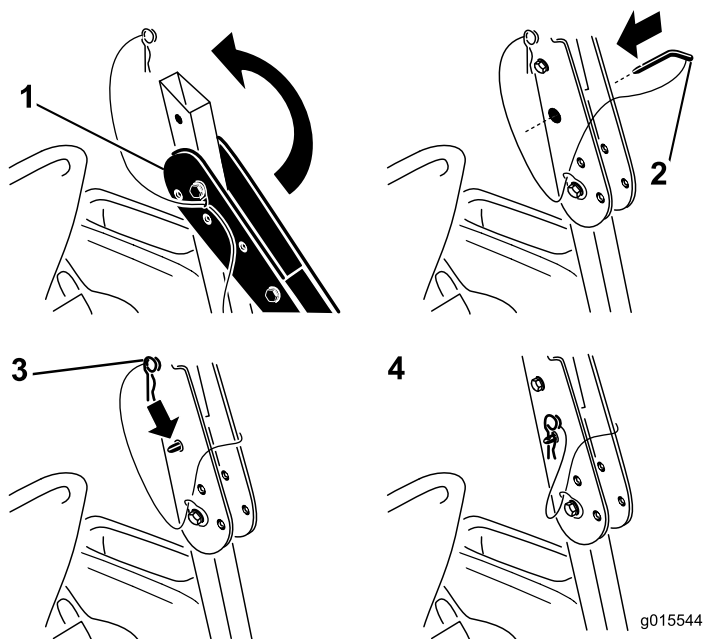

Figura 5
- Alzate il roll bar in posizione eretta e fissatelo in posizione con i due perni girevoli, come mostrato in Figura 5.
- Bloccate il roll bar in posizione eretta con i perni girevoli. Utilizzate le coppiglie all'estremità di ogni cavo per fissare i perni girevoli (Figura 5).